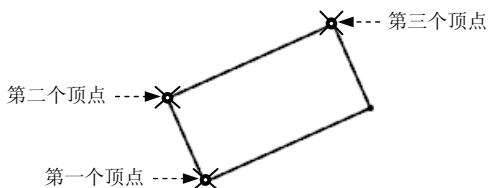

图 5.6.21 三点方式
- Step 5** 单击中键，结束矩形的创建，结果如图 5.6.21 所示。